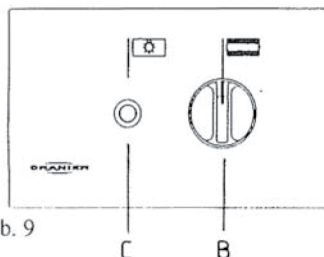

Abb. 9
- 5.2.3.1 Bei der Gerätetype FZ2024 ist neben dem Backofenknebel **B** ein Druckschalter **C** für die Backofenbeleuchtung angeordnet (Abb. 9).